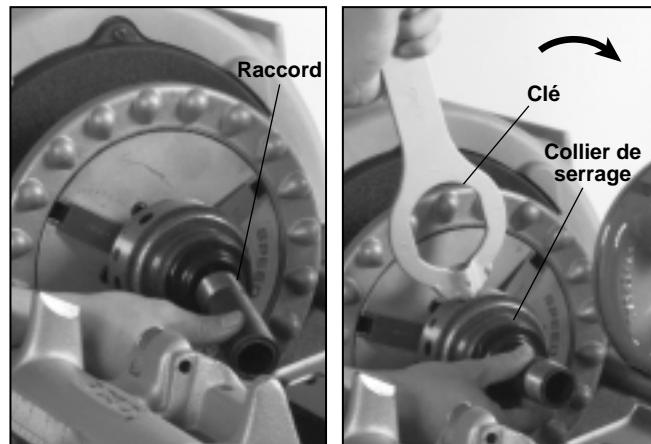

Figure 21 – Installation du raccord incomplet et libération du raccord fini à l'aide de la clé
6. Introduisez l'ergot de la clé dans un des trous du collier de serrage du mandrin à raccords, puis tournez (*Figure 21*). Dévissez le raccord fileté à la main.